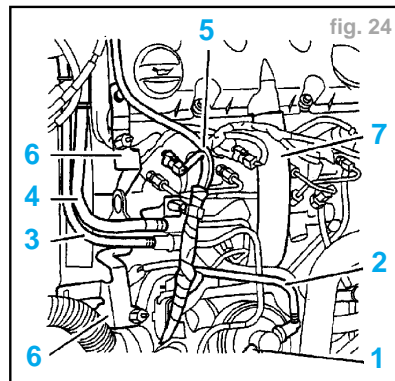

fig. 24
- Écarter le faisceau (5) (fig. 24).
- Serrer les raccords sur la rampe d'injection directe haute pression: 2 m.daN (à l'aide des outils [1], [4], [2], (clé à tuyauter ref 1603G)).
- Reposer le support (6) (fig. 24).
- Accoupler les tubes (1), (2), (3), (4).
- la durit (7)
- le faisceau (5)